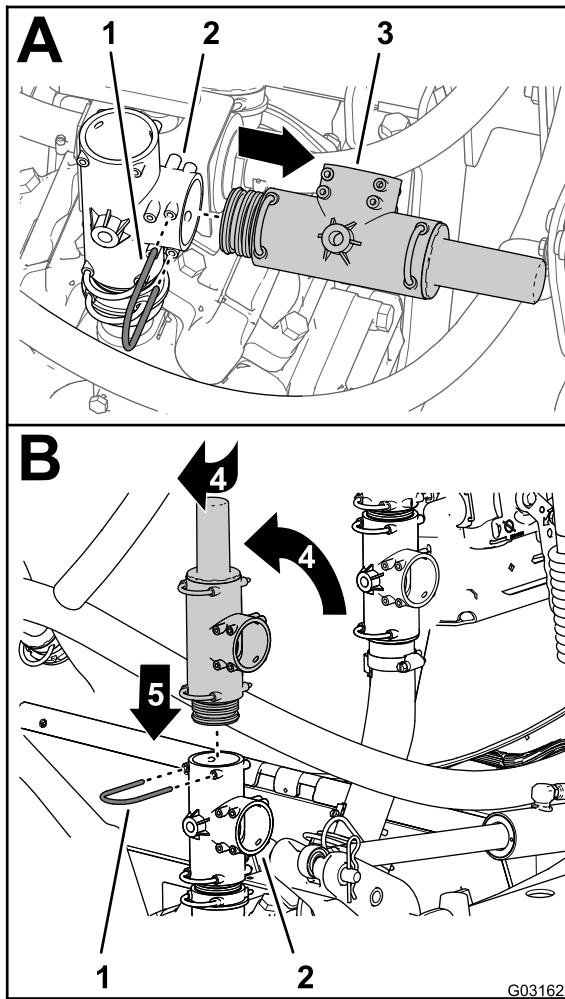

Рисунок 4
- Снимите фиксатор, который крепит клапан сброса давления к тройнику на насосе опрыскивателя, и снимите клапан сброса давления (Рисунок 4).
- Поверните клапан сброса давления вверх, как показано на Рисунок 4.
- Вставьте клапан сброса давления в верхнюю часть тройника до полной посадки клапана (Рисунок 4).